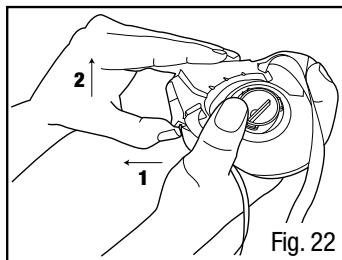

Fig. 22
1. Retirer l'ensemble harnais de tête et couvercle de soupape. Pour ce faire, placer le pouce sous le couvercle de soupape et les autres doigts sur le dessus. Éloigner la base du couvercle de soupape du masque avec le pouce, puis glisser le couvercle de soupape vers le haut pour le dégager (Fig. 22).
1. Retirer l'ensemble harnais de tête et couvercle de soupape 6581 3M^{MC} et les éloigner du masque en tirant (Fig. 22).